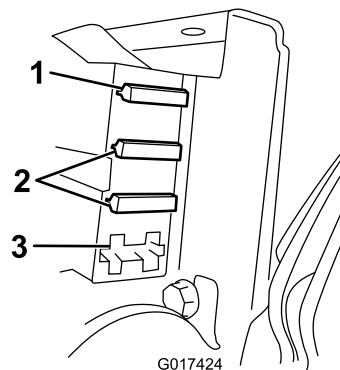

図 37
3. ヒューズボックス内部のヒューズを点検する 図 37。
- 飛んでいるヒューズを発見した場合には、所定の電圧および電流値のものに交換する 図 37。